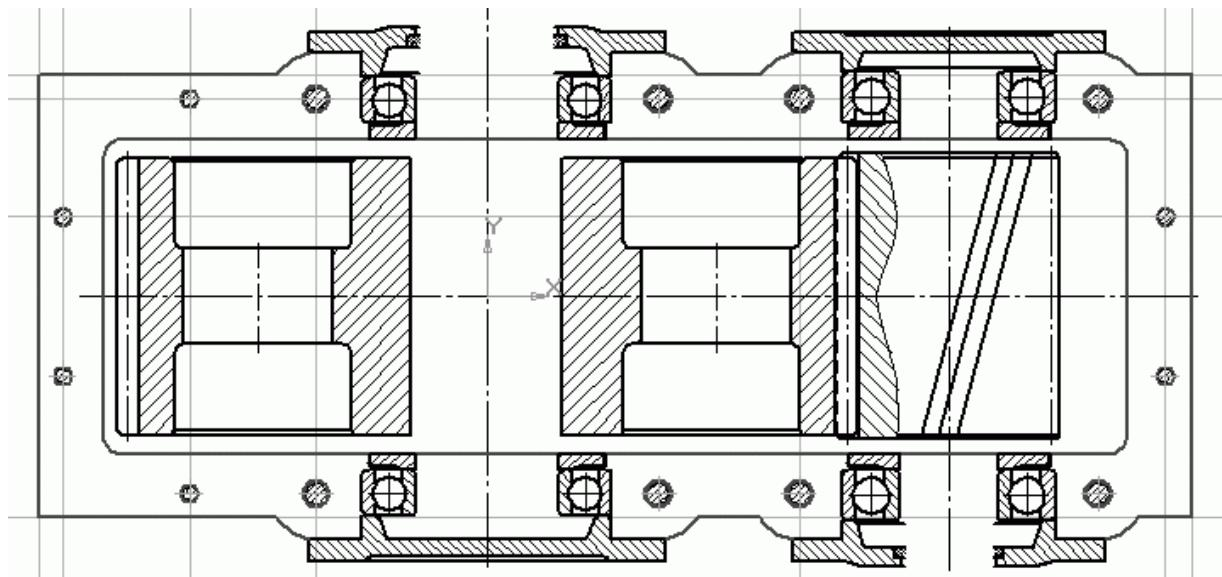

Рис. 2.96. Завершающий этап рисования корпуса
8. Нажмите кнопку Непрерывный ввод объектов и обведите контур фланцев корпуса (рис. 2.96). Удалите всю вспомогательную геометрию с чертежа. Используя команду Скругление, создайте четыре скругления радиусом 16 мм по углам фланцев. Отредактируйте положение горизонтальной осевой, выровняв ее характерные точки по краям фланцев корпуса редактора. Не забудьте добавить также отрезки, определяющие пределы камер подшипников (слева и справа от каждого подшипника и маслоудерживающих колец).